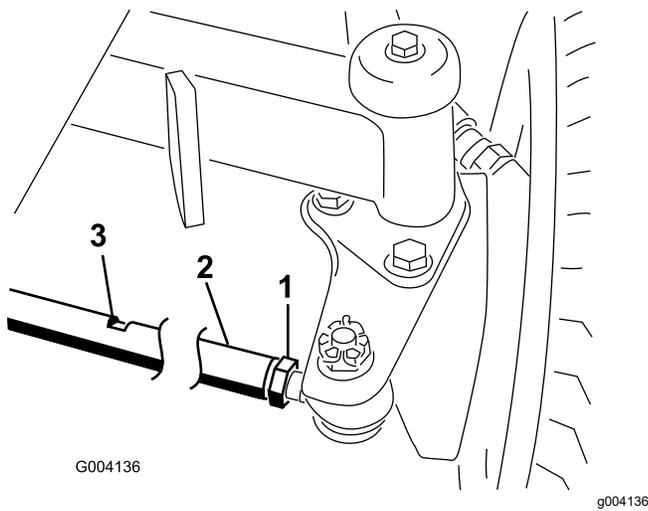

図 63
2. 各タイロッド 図 63 の端についているジャムナットをゆるめる。